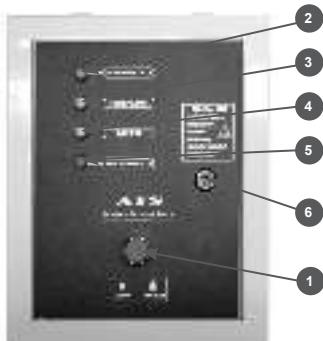
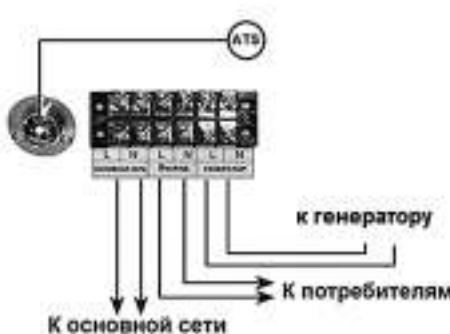

Рис. 13 Контрольная панель блока ATS
Рис. 15 Схема подключения блока ATS
Контрольная панель блока ATS приведена на Рис. 13.
Схема подключения блока ATS показана на Рис. 15.
После подключения блока ATS согласно схеме (Рис.15), установите выключатель блока (1) Рис. 13 в положение AUTO.
При невозможности запуска генератора после трех попыток, блок ATS остановит программу и загорится лампочка индикатора ошибок (5) Рис. 13. В этом случае необходимо проверить и устранить проблему запуска двигателя, а затем перезапустить блок ATS. Для этого необходимо выключатель (1) Рис. 13 установить в положение OFF и через 2-3 секунды вновь установить в положение AUTO.